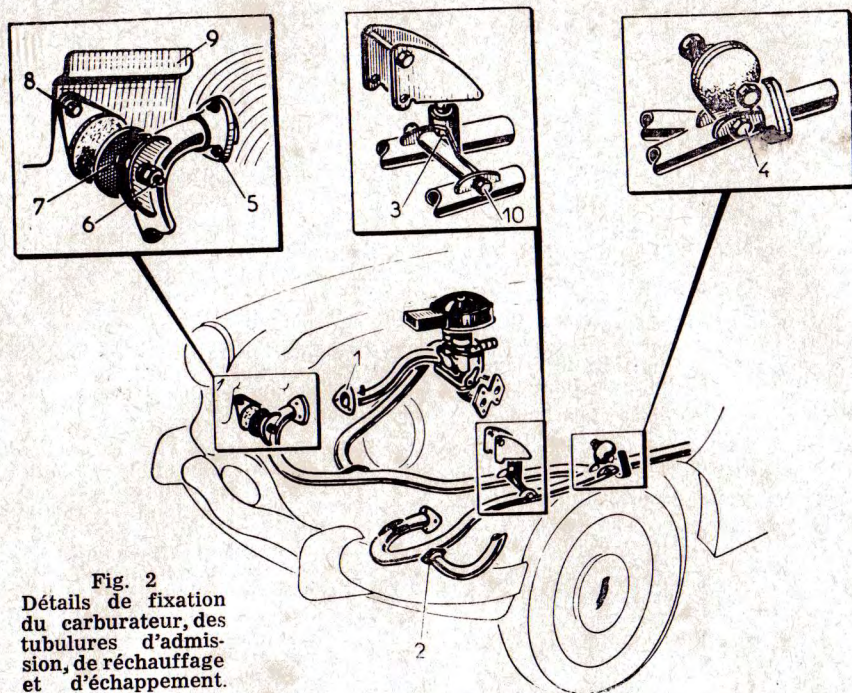

Fig. 2
• 11° Déposer l'ensemble carburateur filtre à air et tubulures d'admission et de réchauffage (voir fig. 2 page suivante).
a) Déposer les 3 écrous et rondelles (1) sur chaque cylindre (clé à pipe de 10).
b) Déposer les 2 écrous et rondelles (2) sur chaque bride de la tuyauterie de réchauffage (clé à pipe de 14) et desserrer ceux côtés tubulure centrale d'admission.
• 12° Démonter les deux supports de la tuyauterie d'échappement, l'un sous la boîte (3) (clé à pipe de 19) et l'autre sur le bloc élastique AR de la traverse AV (4) (clé à pipe de 17).
• 13° Déposer sur chaque cylindre les trois écrous et rondelles (5) de fixation des tubulures d'échappement (clé à pipe de 10).
- Poser les deux boulons de fixation (8) des blocs élastiques AV et leurs plaques (9) (fig. 2) (clé à pipe de 17).
- A l'aide d'un cric ou d'un levier, faire osciller le moteur de façon à pouvoir fixer les tubulures d'échappement sur les blocs élastiques AV. Ne pas oublier l'entretoise (7) (clé à pipe de 21). Vérifier que les tubulures d'échappement soient bien en place sur les cylindres.
- Poser sur chaque cylindre les trois écrous de fixation (5) des tubulures d'échappement (clé à pipe de 10).
- Dégager le boulon (10) et fixer le support du groupe sur la patte de fixation AR de la boîte par la vis et rondelle (3) (clé à pipe de 19), puis remettre en place le boulon (10).
- Poser le boulon de fixation (4) de la tuyauterie d'échappement sur le bloc élastique AR de la traverse AV (clé à pipe de 17).
- Poser les deux écrous et rondelles (2) sur chaque bride de la tuyauterie de réchauffage (clé à pipe de 14) et resserrer les écrous côté tubulure centrale d'admission (fig. 2).
- Poser les trois écrous et rondelles (1) sur chaque cylindre (clé à pipe de 10).